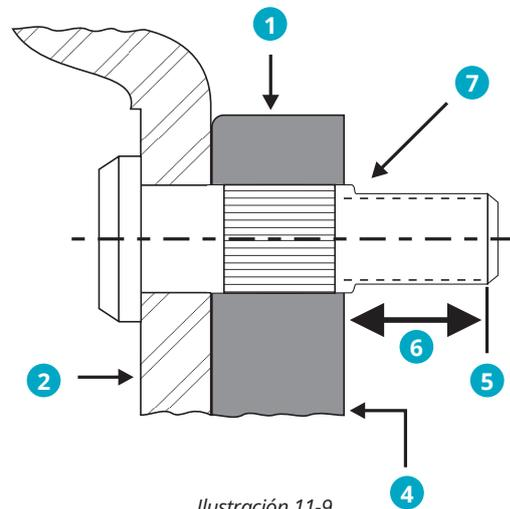

Ilustración 11-9
- Es decir, el buje para ejes con sistema de freno de disco y los tambores de montaje interior en los ejes con sistema de frenos de tambor hasta la primera rosca completa en el extremo exterior del espárrago Ver Ilustración 11-9.
Cuando se utilicen tuercas de manga con el hombro expuesto, compruebe que estas no "tocan fondo". Ver Ilustración 11-9 (7).
Mida el diámetro del hombro expuesto (ver Ilustración 11-9 (7)) y compárelo con el diámetro del orificio de apriete de la llanta: